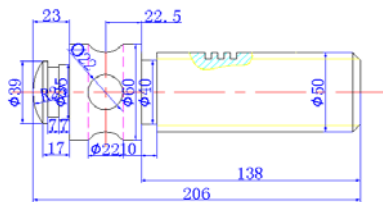

图 14.61 绘制螺杆
(6) 使用“直线”命令, 参照如图 14.61 所示的参数绘制螺杆。